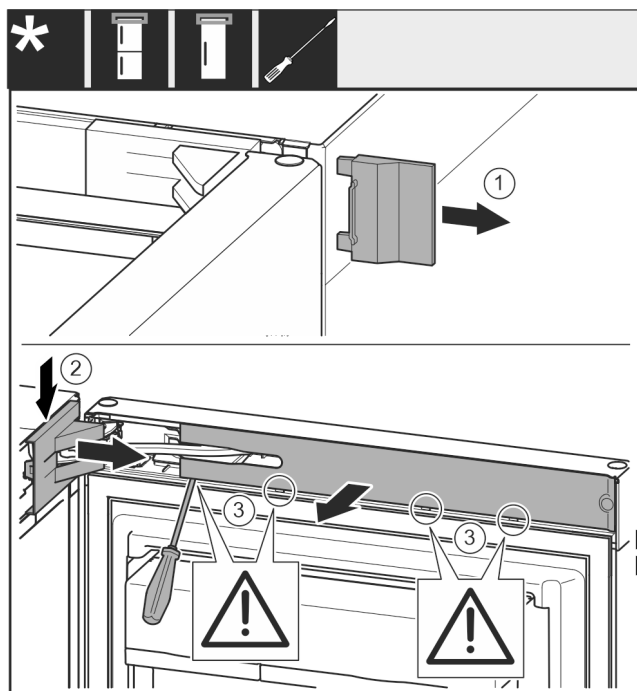

Fig. 8
- ▶ Zdjąć osłonę Fig. 8 (1).
- ▶ Wyczepić i poluzować osłonę płytki zawiasu Fig. 8 (2).
- ▶ Zdjąć osłonę płytki zawiasu Fig. 8 (2).
- ▶ Wyczepić zaślepkę Fig. 8 (3) śrubokrętem i odchylić w bok.